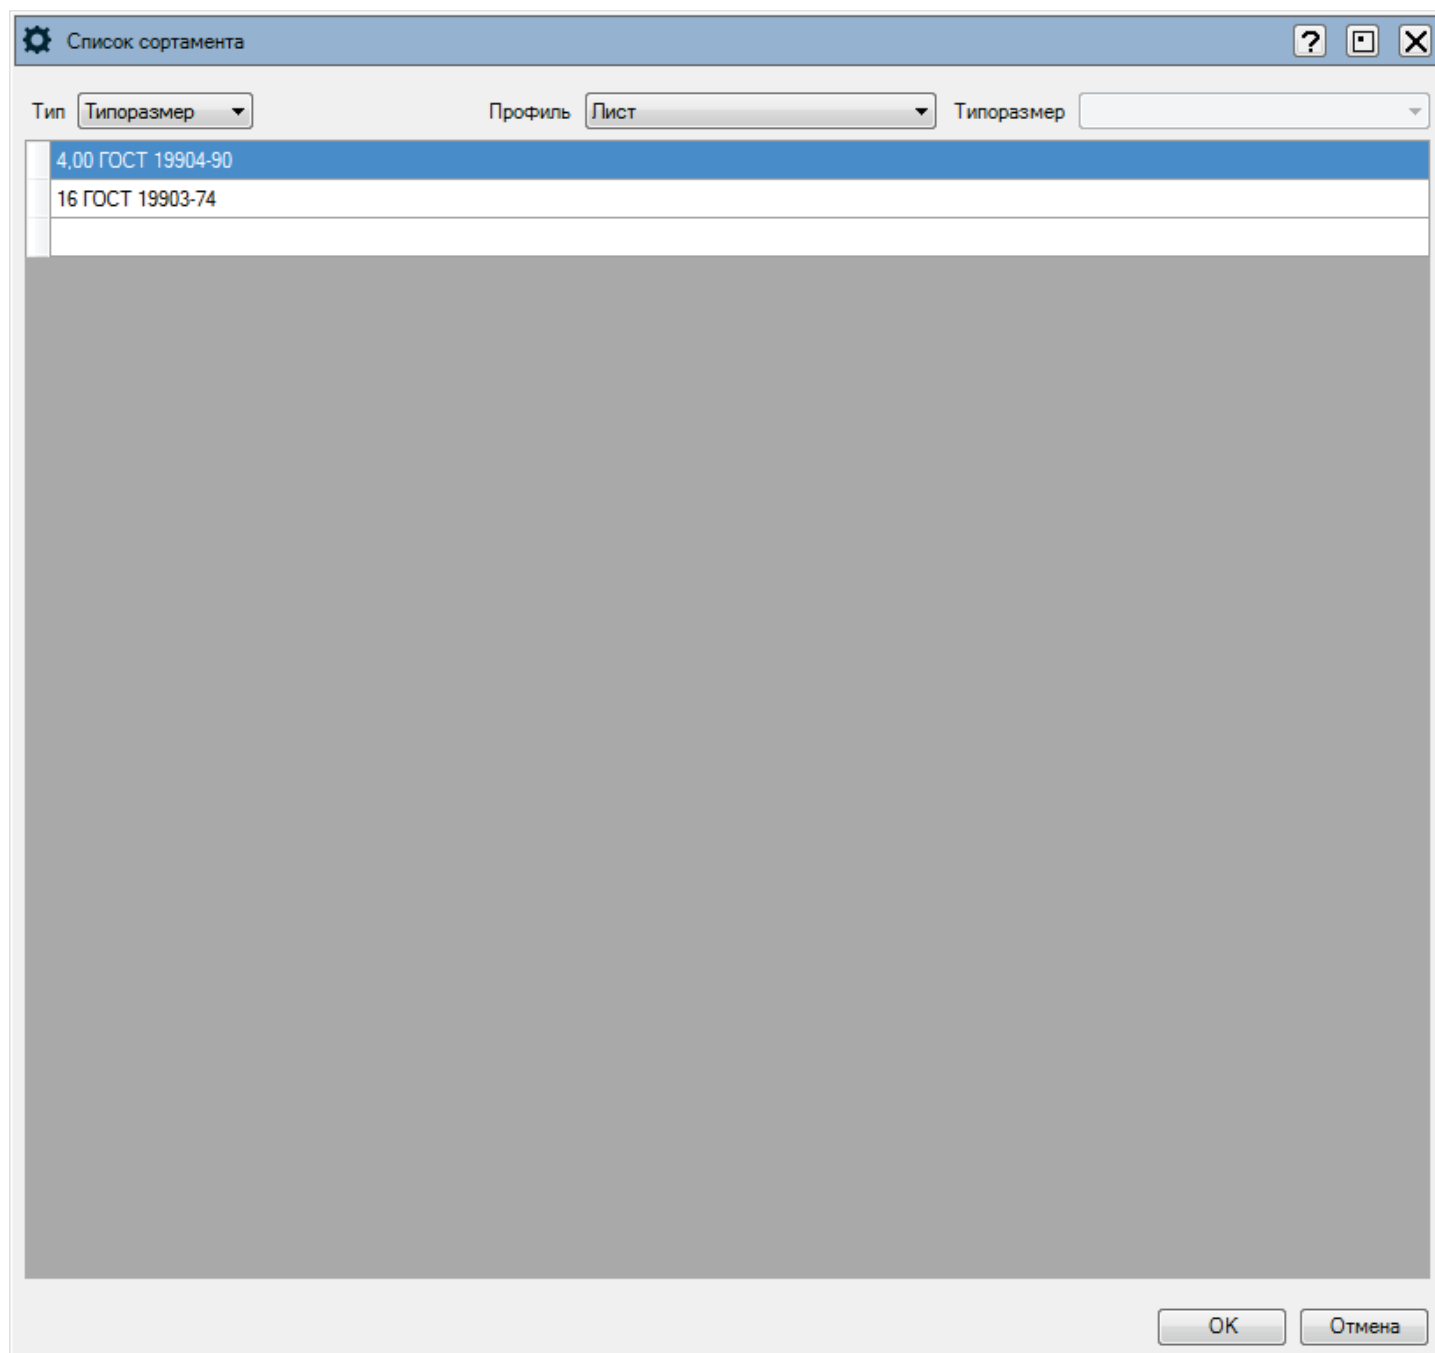

Рис. 88 – Тип списка Типоразмер
- 2 – тип списка **Типоразмер** диалогового окна **Список проектов** (рис. 88);
4. Выберите в выпадающем списке **Тип** значение **Типоразмер**. Отобразится список часто используемых типоразмеров для выбранного профиля (см. рис. 88).